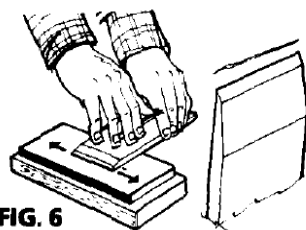

FIG. 6
(C) Poser le fer à plat sur la pierre à huile, biseau en haut (Fig. 6). Quelques légers coups sur la pierre élimineront la bavure.